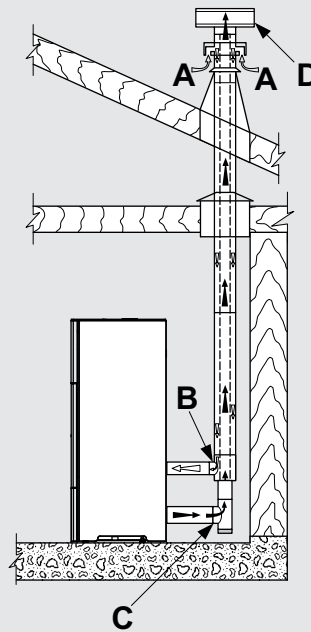

Fig. 5.5
- Kanalisierung der Verbrennungsluft durch Nutzung eines koaxialen Auslassrohrs für Abgasabführung und Luftentnahme; daher ist im Raum kein klassischer Lufteinlass erforderlich (Abb. 5.5 A, B = Lufteintritt C, D = Rauchaustritt);
Bei Installation eines Pelletofens der raumluftunabhängigen Serie „Ermetica“ kann ein spezifisches koaxiales Rohr verwendet werden, über das sowohl die Rauchabführung als auch die Kanalisierung der Verbrennungsluft von außen möglich ist (Abb. 5.5 A,B = Lufteintritt C,D = Rauchaustritt).